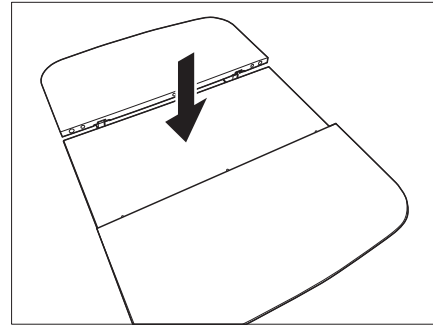

Bild 103 Sänk ner mittendel
- Tryck bordets mittendel kraftigt neråt (Bild 103). Mittendelen trycks uppåt med fjäderkraft.
- Tryck bordets mittendel kraftigt neråt. Mittendelen hakar fast i det undre läget (Bild 103).